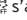

Fig. 191 Sur la partie inférieure de la console centrale : bouton d'activation/désactivation de l'ESC
- L'ESC en mode « Sport » peut être désactivé et activé par pulsion brève sur le bouton  de la console centrale» **fig. 191** .
- L'ESC peut être déconnecté par pression longue sur le bouton  de la console centrale» **fig. 191** et il est possible de le reconecter par pression courte.